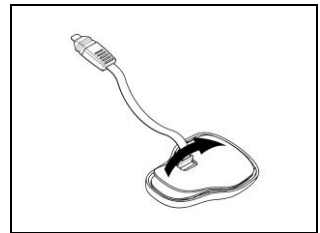

Abb. 3
- Entfernen Sie den auf der Rückseite der Tastenvorrichtung angebrachten Schutzfilm indem Sie die eigens dafür vorgesehene Lasche verwenden (Abb. 3).